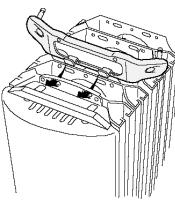

fig. 1
- Introduire les languettes de fixation sur les pieds à l'intérieur des guides du radiateur (fig. 1).